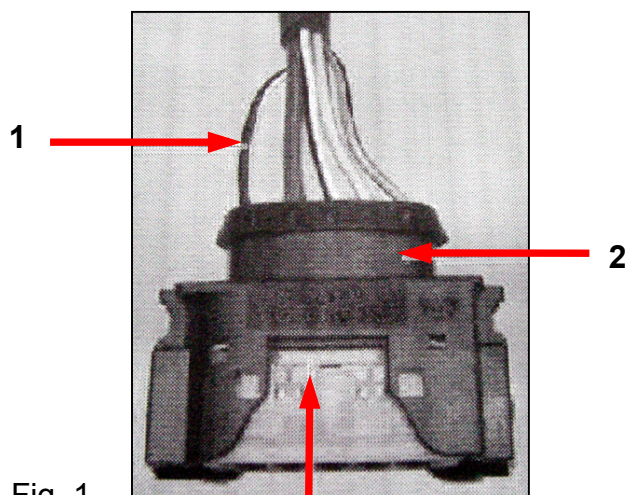
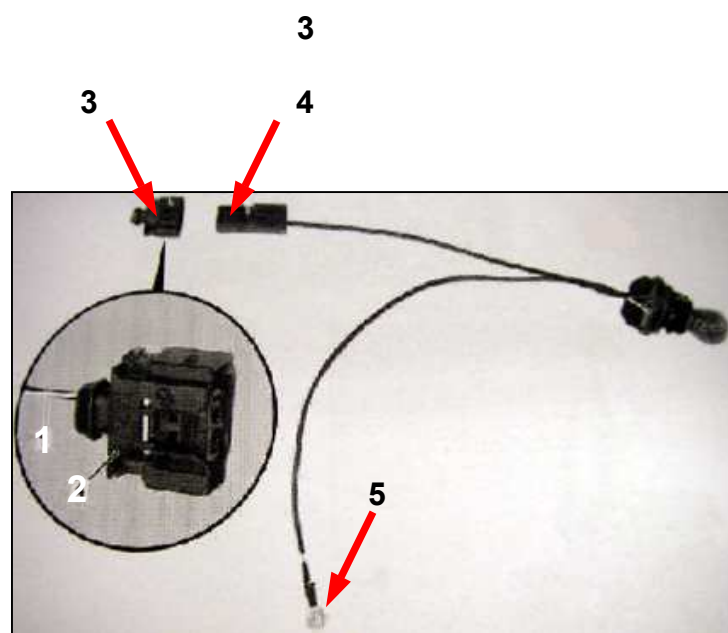

Fig. 1
Fig. 2
- Con un attrezzo adatto allentare il dispositivo di bloccaggio del contatto del cavo di alimentazione (v. fig. 1, punto 1) e rimuoverlo dal connettore centrale (v. fig. 2, punto 2). Colori del cavo di alimentazione:
- **Avvertenza!** Alcuni connettori prevedono ancora lo sbloccaggio della staffa di fissaggio per tutti i contatti (v. fig. 1, punto 3).
- Bloccare il cavo di alimentazione (v. fig. 2, punto 1) nel corpo connettore del kit di riparazione (v. fig. 2, punto 2).
- Collegare il corpo connettore (v. fig. 2, punto 3) al connettore del fascio cavi (v. fig. 2, punto 4).
- Collegare l'occhiello metallico (v. fig. 2, punto 5) a un punto di massa adatto.